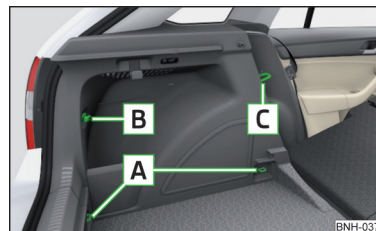
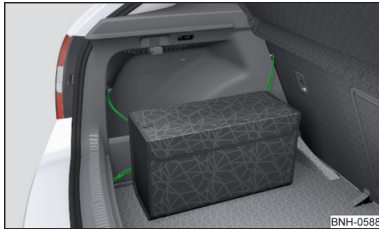

Abb. 89
Abb. 92
Übersicht der Befestigungselemente » Abb. 89
- Die Verzurrösen **A** » Abb. 89 auf Seite 85 können zur Befestigung von Netzen nicht genutzt werden, wenn sich der variable Ladeboden in der oberen Position befindet » Seite 90¹⁾.
Die Tasche » Abb. 92 kann an den Befestigungselementen **A**, **B** und **C** » Abb. 89 auf Seite 85 befestigt werden.